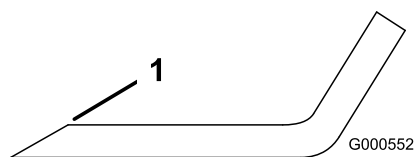

Figura 56
1. Utilice una lima para afilar el filo de corte en ambos extremos de la cuchilla (Figura 56).
Nota: Si la cuchilla no está equilibrada, rebaje algo del metal en la parte de la vela solamente con una lima (Figura 56).